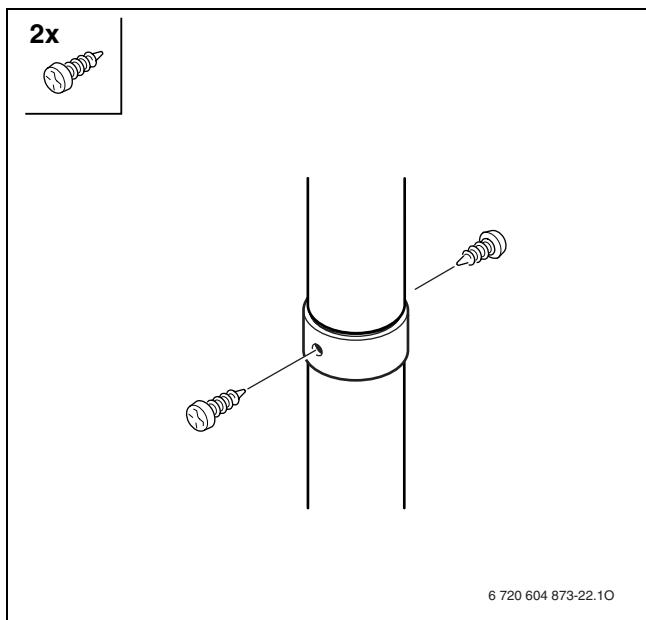

Рис. 4
► Закрепить трубное соединение прилагающимися винтами (рис. 4).